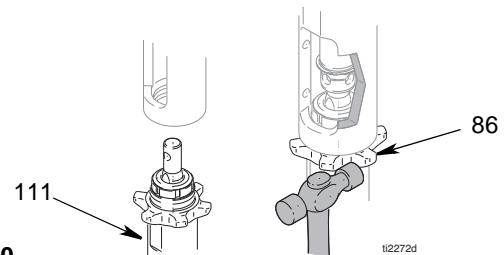

FIG. 10
1. (Fig 10) Atarraxe a contraporca (86) até ao fundo das roscas da bomba (111). Aperte esta última (111) totalmente contra a tubagem. Desaparafuse a bomba (111) da tubagem até que a saída desta fique alinhada com o tubo flexível. Aperte a contraporca (86) manualmente e, de seguida, marteie entre 1/8 a 1/4 de volta ou utilize um binário de aperto de 101 N·m (75 lbs-pés).